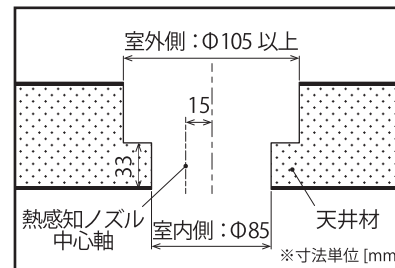

図4
① 天井に下穴を開ける（図4）
- ❗ 熱感知ノズルが防護面積の中心になるように設置してください。(図4)